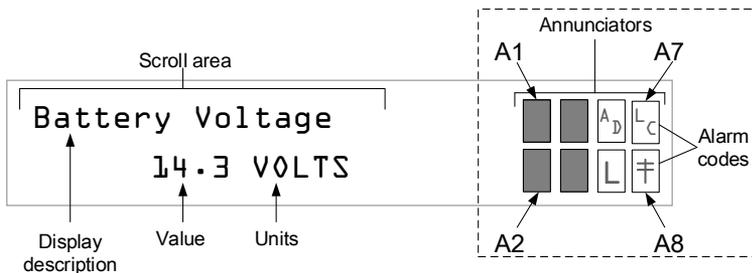

Figura 21: Anunciadores μ FLOG⁵
8. Observe o LCD na porta do gabinete. O anunciador, posição A8, deve piscar periodicamente o símbolo † para indicar que a porta COM1 está ativa e escutando a comunicação (Figura 21).